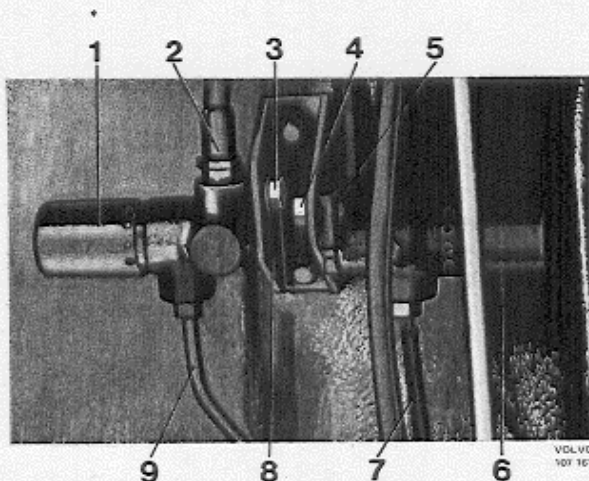

Abb. 5-2 Bremskraftregler, eingebaut
Anschluß der Bremsrohrleitung (7, Abb. 5-2) lösen und abdichten. Anschluß des Bremsschlauches (5) höchstens 1/4 Drehung am Bremskraftregler lockern.